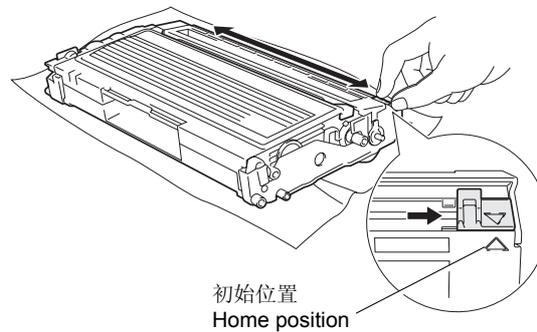

图. 5-14
- * 确保将硒鼓/墨粉组件重新装入打印机前，硒鼓/墨粉组件上的电晕丝清洁器返回到初始位置 (▼ 标记位置)，否则打印页可能出现垂直条纹。(请参照图. 5-14)